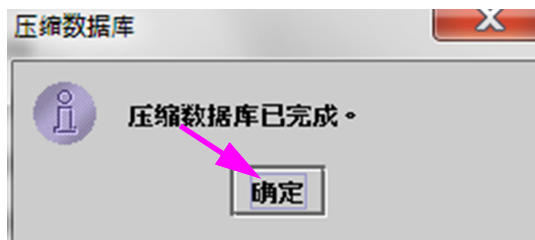

图 5-84. “压缩数据库”已完成对话框
- 单击**继续**压缩数据库。数据库压缩完成后，将出现“压缩数据库”已完成对话框。参见图 5-84。